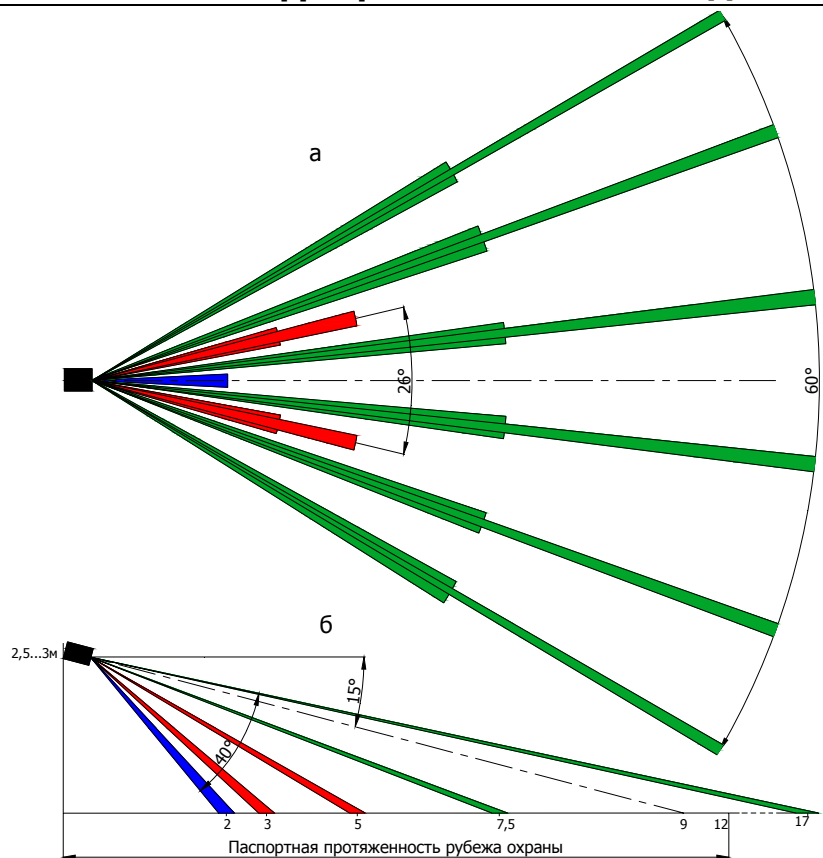

Рис.1 Диаграмма направленности зоны обнаружения
- формирует извещение «**ТРЕВОГА**» при пересечении объектом зоны обнаружения на всей её дальности в соответствии с рис.1 приложения;
5.2 Извещатель должен быть надежно закреплен на ограждении, стене, балке, колонне. Возможно, использование дополнительных стоек, уголков. Рекомендуемая высота установки  $2,5 \div 3$  м. Ось извещателя должна быть наклонена вниз примерно на  $15^\circ$  относительно уровня горизонта и пересекаться с поверхностью земли на расстоянии  $9 \div 10$  м от места установки. (См. рис.1).
5.3 В соответствии с рис.1 приложения, зона обнаружения извещателя образована по вертикали пятью секторами с лучами, расходящимися в плоскостях каждого сектора в виде веера.